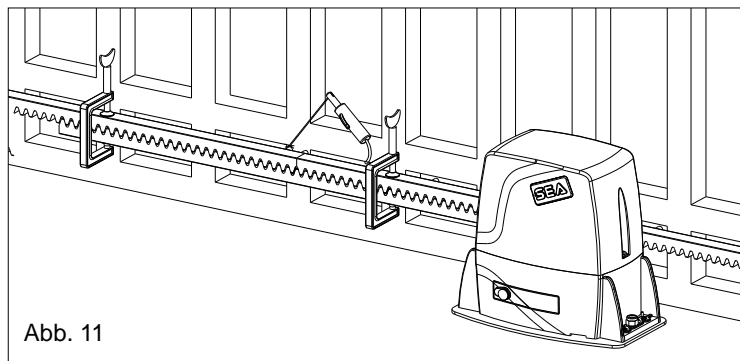

Abb. 11
6.4. Sich vergewissern, dass sämtliche Zahnstangenglieder bindig aneinandergereiht und ordentlich verlegt wurden (synchronisierte Verzahnung). Es wird empfohlen, zwei aneinandergereihte Glieder, einem dritten, wie in Abb. 11 gegenüberzustellen.